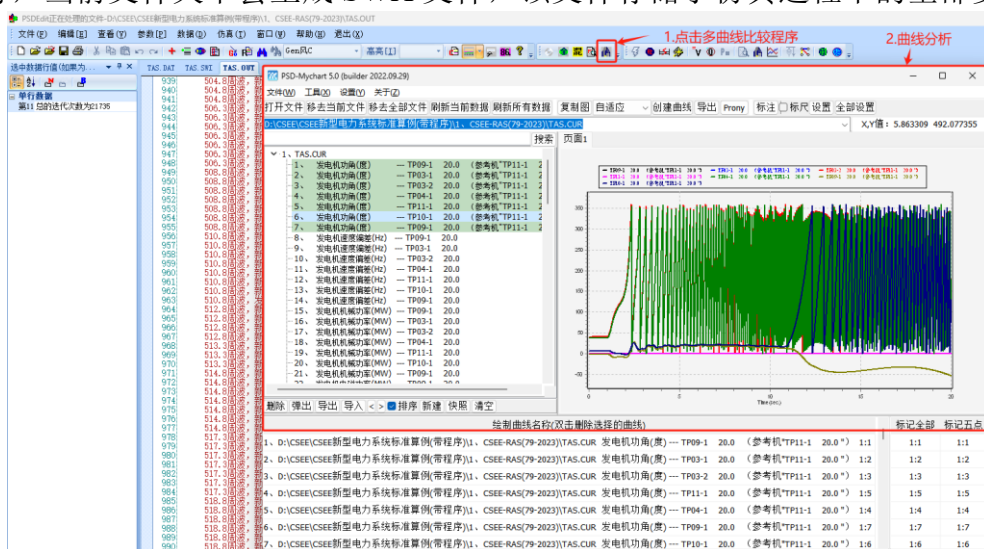

图 10 多曲线比较
1) 稳定计算过程结束后, 可点击【多曲线比较程序】查看任意元件的动态变化曲线, 该模块记为 Mychart。在 Mychart 界面下, 点击所需元件的曲线, 相关变量会自动绘制于界面右侧的折线图中, 以方便进行相关分析, 如图 10 所示。同时, 当前文件夹下会生成 SWX 文件, 该文件存储了仿真过程中的全部变量。